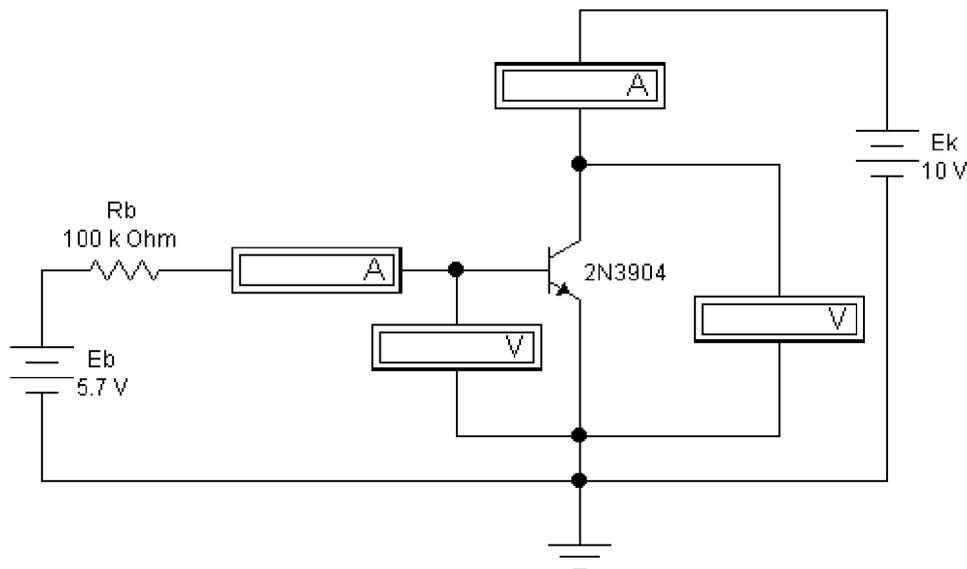

Рис. 8. Схема для определения статического коэффициента передачи тока транзистора
1. Соберите на рабочем поле схему, показанную на рис. 8. Включить схему. Записать результаты измерения тока коллектора, тока базы и напряжения коллектор-эмиттер. По полученным результатам подсчитать статический коэффициент передачи транзистора.
На схеме рис.8 изменить номинал источника ЭДС E_B до 0 В. Включить схему. Записать результаты измерения тока коллектора для данных значений тока базы и напряжения коллектор-эмиттер.
1. В схеме (рис. 8) провести измерения тока коллектора I_K для каждого значения E_K и E_B . По этим данным построить график зависимости I_K от E_K .
1. Собрать схему (рис. 8). Установить значение напряжения источника E_K равным 10 В и провести измерения тока базы I_B , напряжения база-эмиттер $U_{БЭ}$ тока эмиттера $I_Э$ для различных значений напряжения источника E_B . Обратите внимание, что коллекторный ток примерно равен току в цепи эмиттера.